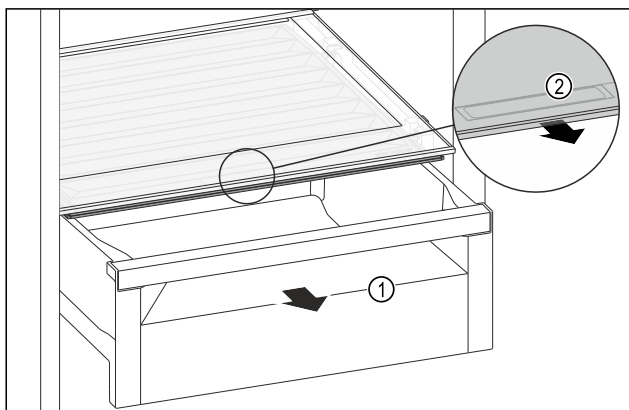

Fig. 110
- Zásuvku Fig. 110 (1) vytáhněte.
- Uchopte prohlubeň pro rukojeť Fig. 110 (2) na víku zásuvky a současně zatáhněte za víko zásuvky směrem dopředu.